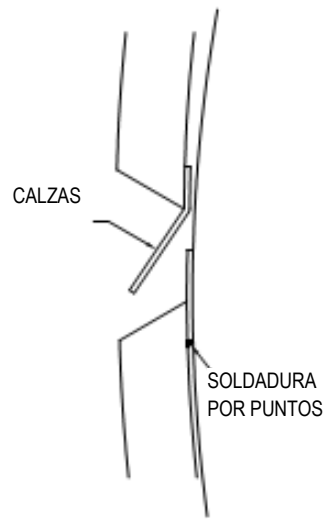

Figura 1
5. Es útil soldar por puntos las bandas de respaldo (si se utilizan) en la mitad inferior de la camisa antes de instalar la mitad superior, como se muestra en la Figura 1.
6. Utilizar calzas guía (no suministradas) puede ser de ayuda, como se muestra en la Figura 1, u otras herramientas como destornilladores, para guiar la segunda mitad sobre las bandas de respaldo.